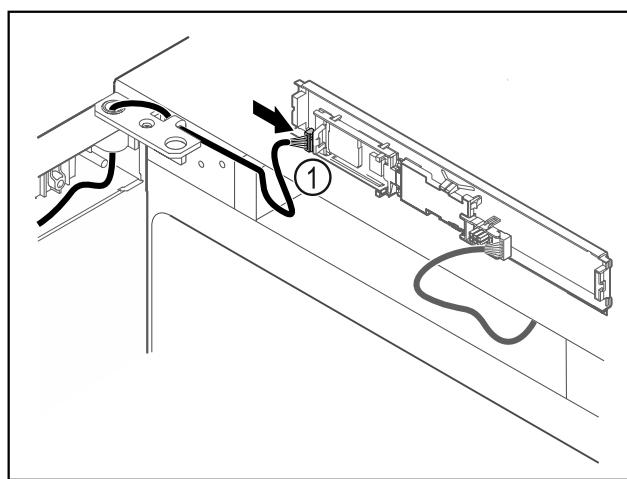

Fig. 56
- ▶ Enchufar el conector Fig. 56 (1) en la platina.